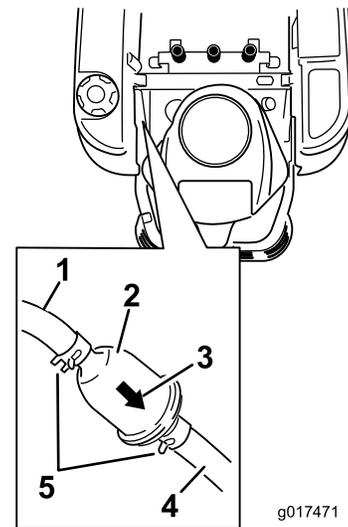

Figura 43
3. Localice el filtro de combustible en el lado izquierdo del motor, según se muestra en Figura 43.
4. Apriete los extremos de las abrazaderas y deslícelas por el tubo alejándolas del filtro (Figura 43).
6. Instale un filtro nuevo – la flecha que indica el sentido de flujo debe apuntar hacia el motor. Acerque las abrazaderas al filtro (Figura 43) para sujetar éste.